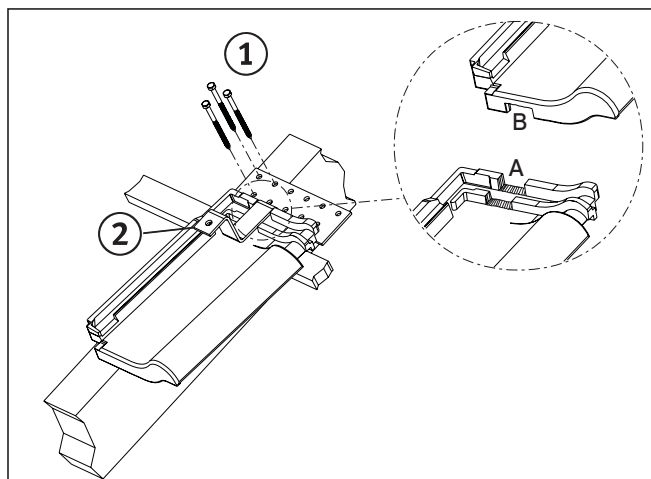

Abb. 4.9 Haltebügel verschrauben
Im Bereich der Haltebügel müssen die Regennasen (Abb. 4.9, Pos. B) und Profilierungen (Pos. A) von den Dachpfannen entfernt werden.
- Bohren Sie die Sparren mit 6 mm Bohrer vor. Schrauben Sie die Haltebügel (Abb. 4.9, Pos. 2) mit Holzschrauben 8 x 120 mm (Pos. 1) auf den Sparren.